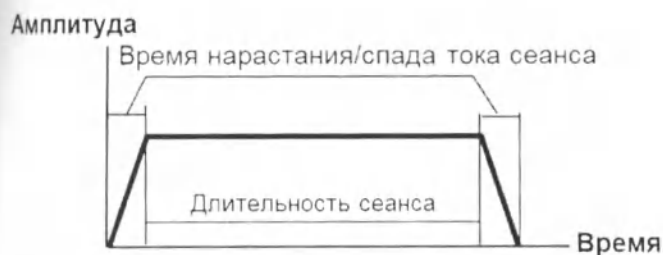

Рис. 3.14. Настройка времени нарастания/спада тока
- «Амплит.» — установка амплитуды стимуляции (рис. 3.14).
- «Длительн.» — установка длительности сеанса (рис. 3.14).
- «Нар./спад» — установка времени нарастания тока до заданного значения в начале сеанса и времени спада тока до нуля при завершении сеанса (рис. 3.14).